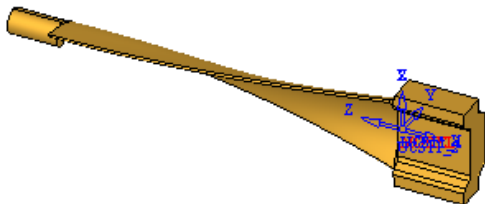

图 4-72 调入模型
- 单击“Feature Guide”对话框的确定按钮, 完成模型调入, 如图 4-72 所示。